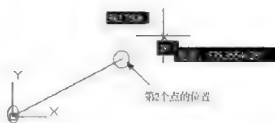

图 3-3
**步骤 4：**此时，用户可以输入下一点的坐标或使用捕捉工具指定下一点。在绘图区需要的地方单击即可确定该坐标，如图 3-3 所示。